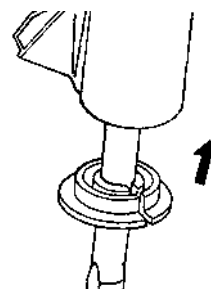

Рис. 6.33.
- перед соединением рулевого вала с эластичной муфтой повернуть рулевое колесо так, чтобы его спицы располагались симметрично и были направлены вниз, а на конец рулевого вала надеть пластмассовую центровочную втулку (рис. 6.33);
- затянуть стяжной болт эластичной муфты и вставить центровочную втулку в трубу рулевой колонки (рис. 6.33);